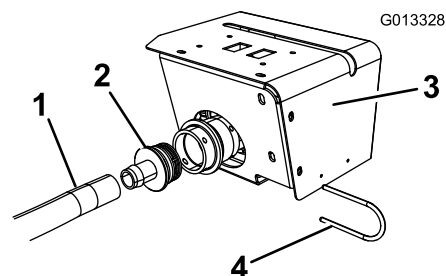

Figura 17
5. Remova o encaixe recto dentado S67 e forquilha de retenção da montagem da válvula de controlo da bobina do tubo (Figura 17). Deslize a braçadeira para o tubo. Aplique sabão líquido no tubo e encaixe. Deslize o tubo totalmente para o encaixe. Prenda